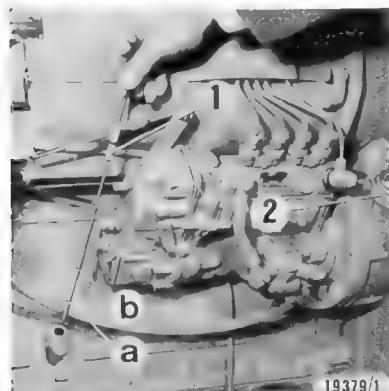

Fig. 57
L'huile usée étant complètement vidée, replacer la vis bouchon ③ sans oublier son joint! — Garnir d'huile fraîche par la goulotte (2 — Fig. 57).